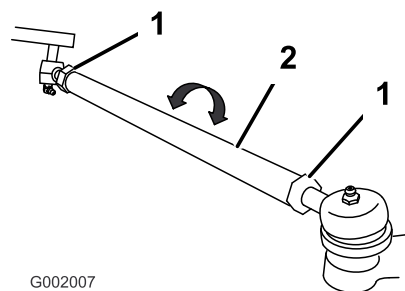

Рисунок 52
5. Если измеренное значение не находится в пределах заданного диапазона, ослабьте контргайки с обоих концов тяг (Рисунок 52).